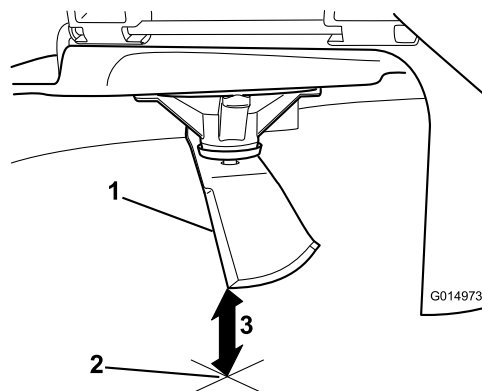

Figura 95
5. Mida desde la punta de la cuchilla hasta la superficie plana (**Figura 95**).